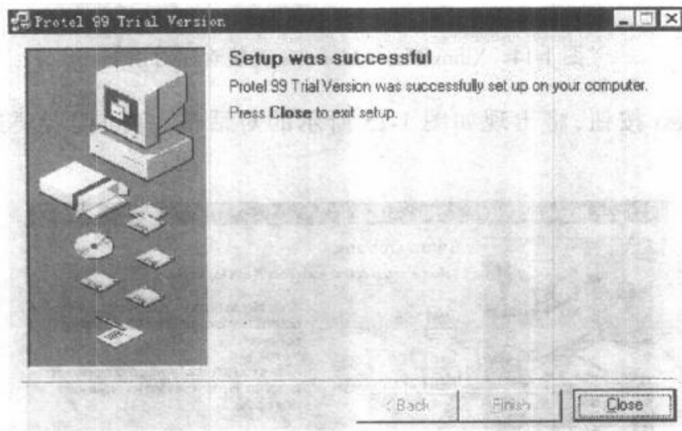

图 1-12 安装完毕对话框
(12) 下面安装向导将告诉读者安装已经成功结束了,单击 Close 按钮即可退出安装程序,如图 1-12 所示。